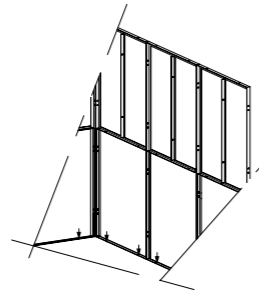
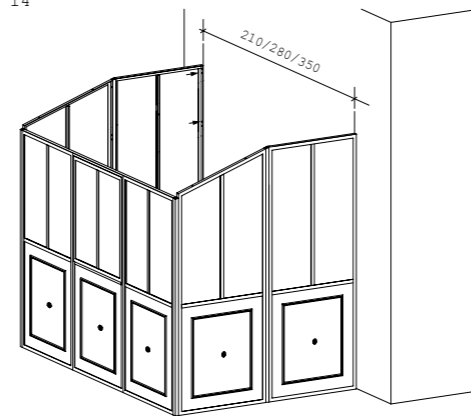

fig. 14
fig. 15
- I** Si provveda ora al fissaggio della struttura sul basamento di cemento messo in opera prima di iniziare il montaggio (fig. 14), e a quello a parete (fig. 15). Il metodo e gli accessori per il bloccaggio a terra e a parete sono a discrezione del cliente ed in funzione della natura dell'appoggio. Comunque sono stati predisposti dei fori nella parte inferiore dei teali. Si consiglia di utilizzare tasselli ad espansione o tasselli chimici.
- GB** The next step is to fix the structure to the cement base previously laid before starting assembly (fig. 14). The method and tools for fixing it to the ground are up to the customer and will depend on the nature of the support. In any case, holes have been provided in the lower part of the frames. It is advisable to use expansion plugs or chemical plugs.
- F** Fixer la structure sur l'embase de ciment installée avant de commencer le montage (fig. 14). La méthode et les accessoires de blocage au sol sont à la charge du client et dépendent de la nature de l'appui. Il a été prévu des trous dans la partie inférieure des châssis. Nous conseillons d'utiliser des chevilles à expansion ou chimiques.
- E** Fijar la estructura en la base de cemento (fig. 14). El método y los accesorios de fijación deper del tipo de apoyo y quedan a elección del cliente. De todas maneras los bastidores se suministrar con orificios en la parte inferior. Se aconseja utilizar tacos de expansión o tacos químicos.
- D** Nun wird die Struktur auf dem vor Beginn der Montagearbeiten vorbereiteten Zementuntergrund befestigt (Abb. 14). Die Methode und das erforderliche Zubehör für die Verankerung am Boden werden nach Ermessen des Kunden gewählt und hängen von der Art der Aufstellung ab. Auf jeden Fall wurden an der Unterseite der Rahmen Löcher vorgesehen. Wir empfehlen die Verwendung von Spreizdübeln oder Verbundankern.